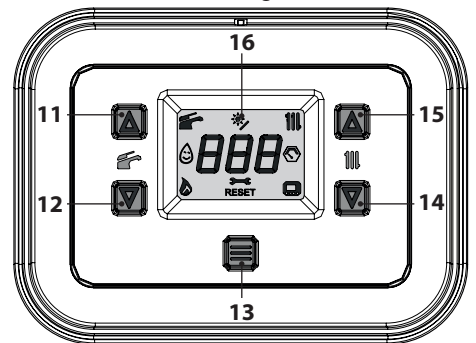
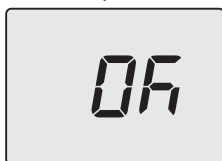

Figura 5.35
Figura 5.42
- Entrare in "modalità programmazione" premendo contemporaneamente per 5 secondi i tasti 12 e 14 (Figura 5.35) fino a far apparire sul display LCD le lettere **HiS** che indicano il menu "Storico delle caldaia" (Figura 5.36).
12 e 14 per 5 sec. (Figura 5.35) (ritorno al livello precedente).
- Premere per 1 sec. il tasto 13 (Figura 5.35) per entrare nel parametro selezionato. Il display visualizzerà quanto segue (Figura 5.40).
- Premendo il tasto 13 (Figura 5.35) si ottiene la conferma del valore inserito. Il display visualizzerà per 5 sec. quanto segue (Figura 5.42) poi, si porterà al livello superiore.
- Premendo contemporaneamente i tasti 12 e 14 (Figura 5.35) si esce senza modificare il valore (ritorno al livello precedente).
- tenere premuti contemporaneamente i tasti 12 e 14 per 5 sec. (Figura 5.35) (ritorno al livello precedente).